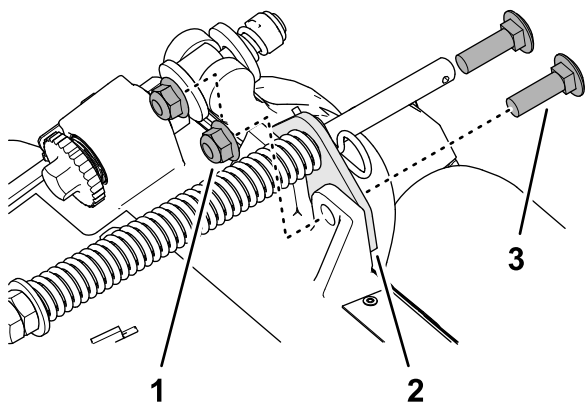

图 14
2. 拆下将草坪补偿支架固定到滚刀组架的 2 个凸缘锁紧螺母 ( $\frac{3}{8}$  英寸) 和 2 个托架螺栓 ( $\frac{3}{8}$  x  $1\frac{1}{4}$  英寸) (图 14)。